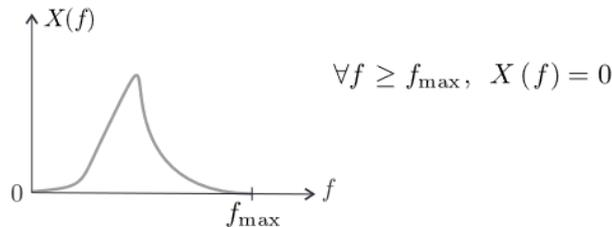

FIGURE 2 – Le spectre du signal  $X$  est borné en fréquence.
- – 5. On considère dorénavant un signal temporel  $X(t)$  dont le spectre en fréquence  $X(f)$ , représenté sur la figure 2, fait apparaître une fréquence maximale  $f_{\max}$ . Que devient le critère de Shannon-Nyquist dans cette situation ? Représenter le spectre du signal échantillonné selon que ce critère soit ou non vérifié. Pour un signal sonore audible, proposer des valeurs raisonnables de  $f_{\max}$  et  $f_e$ .